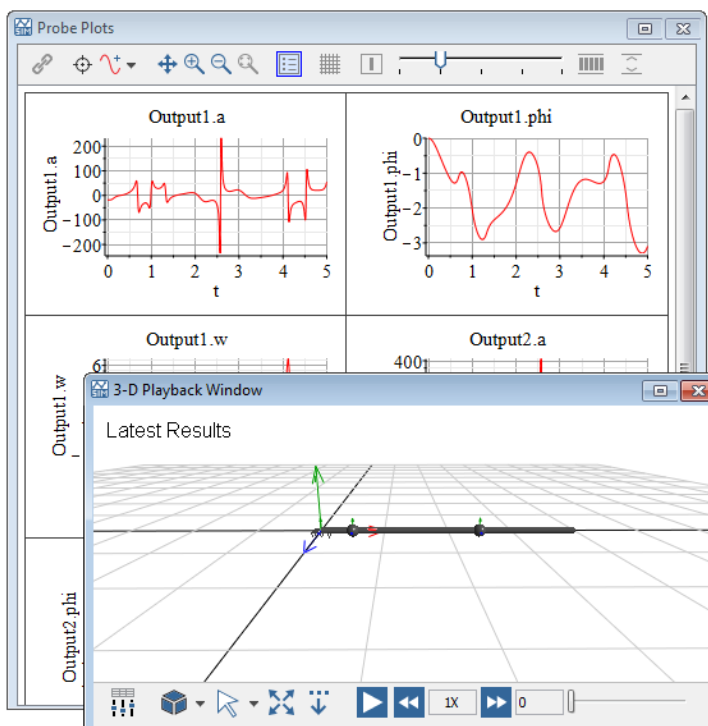

図4.5 シミュレーショングラフ
3. シミュレーション結果を表示 () をクリックします。[シミュレーション結果] タブが選択された状態で [解析ウィンドウ] が開きます。[3-D アニメーションウィンドウ] と [プローブプロット] が [シミュレーション結果] タブに表示されます。図4.5「シミュレーショングラフ」を参照してください。